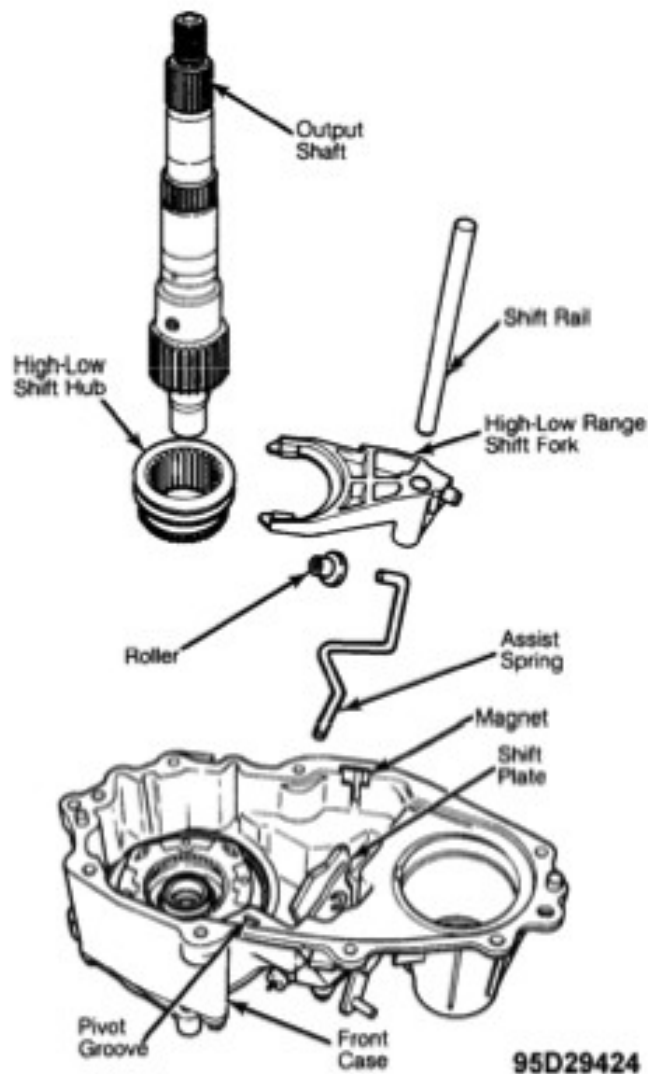

Fig. 14: conjunto de mudança de alta ou reduzida e eixo de saída (modelo de acionamento manual mostrado, modelo de acionamento eletrônico é similar).
13) Deslize o garfo de acionamento de alta ou reduzida de dentro do trilho do came. Se necessário, remova o conjunto de anel externo e bucha de deslizamento do garfo de acionamento de alta ou reduzida. Remova o cubo de mudança do conjunto de engrenagens planetárias na carcaça dianteira. Veja fig. 14.
- 14) Deslize a bucha do garfo de alta/reduzida no trilho do came do rolete de alta/reduzida e rasgo do cubo de troca de alta/reduzida. Veja fig. 14 e 16. Instale o trilho de troca através do garfo de alta/reduzida e tenha certeza que o trilho está assentado no furo da carcaça.